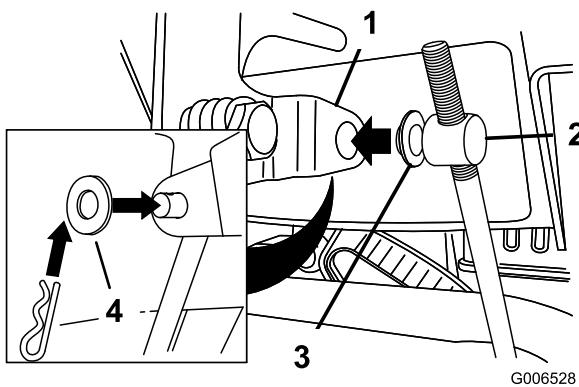

Bild 12
3. Entfernen Sie den Splint und die äußere Scheibe vom Drehzapfen am oberen Ende der Geschwindigkeitsschaltstange (Bild 12).
6. Heben Sie die Geschwindigkeitsschaltstange an und setzen Sie den Drehzapfen in das Loch im Geschwindigkeitsschalthebel (Bild 12).
- B. Schließen Sie den Drehzapfen vom Geschwindigkeitsschalthebel ab (Bild 12).
- C. Drehen Sie den Drehzapfen auf der Geschwindigkeitsschaltstange nach unten (nach rechts) (Bild 12).
- D. Schließen Sie den Drehzapfen am Geschwindigkeitsschalthebel an (Bild 12).